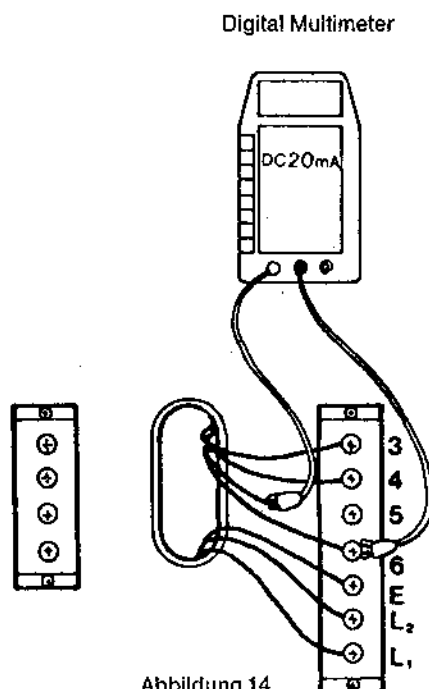

Abbildung 14
5. Den Draht Nr. 5 von der Klemme Nr. 5 trennen, dann den Draht Nr. 5 mit der positiven Leitung des Meßgerätes mit Krokodilklemmen verbinden. (Abbildung 14)